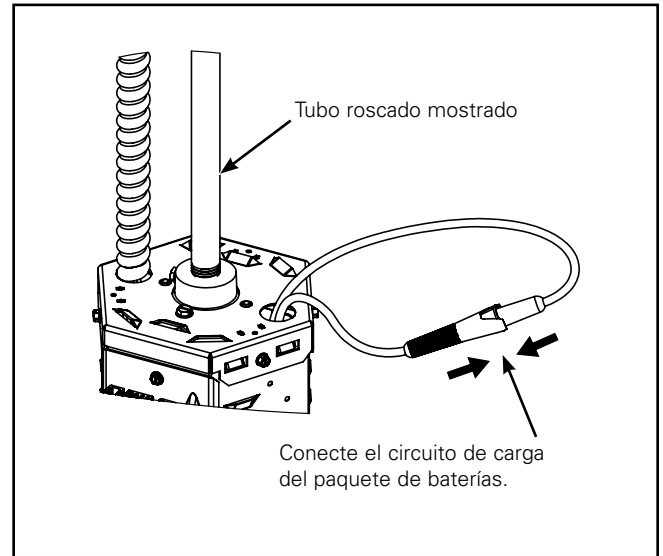

Figura 8.
5. Conecte los cables provenientes del orificio de extracción y vuelva a colocar los cables dentro del accesorio. (Figura 8).